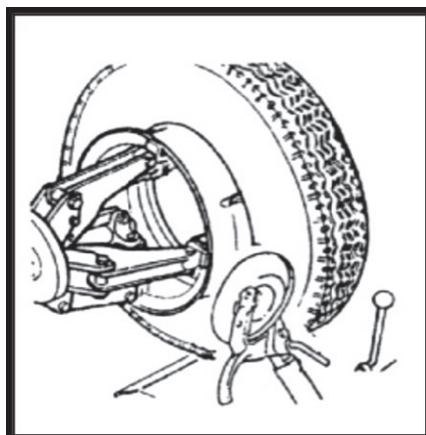
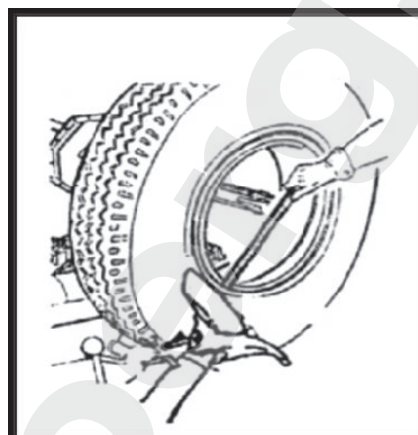

Рис. 22
Рис. 23
- (5) Подцепите край разъемного кольца монтировкой, и, удерживая его, подведите диск для отрыва борта под образовавшийся зазор между кольцом и ободом. Вращайте колесо против часовой стрелки, чтобы полностью снять разъемное кольцо (рис. 22).
- (6) Вставьте ниппель внутрь обода. Будьте осторожны – не повредите ниппель.
- (7) Переведите инструментальную консоль (9) в исходное положение, а затем – к внутренней стороне колеса.
- (8) Опустите инструментальную консоль в рабочее положение.
- (9) Установите диск как можно ближе к шине, отделите половину окружности шины от обода (рис. 23).
- (10) Верните инструментальную консоль в исходное положение.
- (11) Опустите консоль зажимного устройства, чтобы установить колесо на платформу. Демонтаж шины завершен.